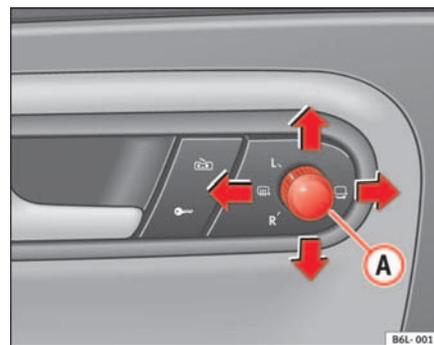

Abb. 67 Drehknopf für Außenspiegeleinstellung
1. Drehen Sie den Drehknopf ⇒ Abb. 67 in Stellung **L (linker Außenspiegel)**.
- Drehen Sie den Knopf auf die Position zum Entfernen von Beschlag  ⇒ Seite 105, Abb. 67.
- Drehen Sie den Drehknopf ⇒ Seite 105, Abb. 67 in Stellung , um die Außenspiegel anzuklappen. Sie sollten die Außenspiegel immer anklappen, wenn Sie eine automatische Waschanlage durchfahren, um Beschädigungen zu vermeiden.